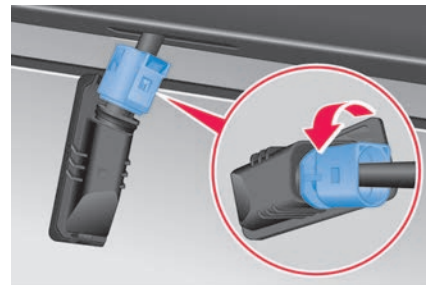

Abb. 171 Kennzeichenleuchte: Lampenhalter ausbauen.
5. Lampenhalter in Pfeilrichtung drehen → **Abb. 171** und mit der Glühlampe herausziehen.
7. Lampenhalter in die Kennzeichenleuchte einsetzen und entgegen der Pfeilrichtung bis zum Anschlag drehen → **Abb. 171**.